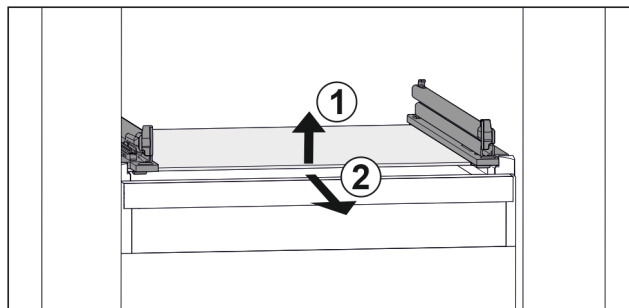

Fig. 73 Representación de la placa de vidrio a modo de ejemplo
- ▶ Levante la placa de vidrio por delante. Fig. 73 (1)
- ▶ Retire la placa de vidrio hacia adelante. Fig. 73 (2)